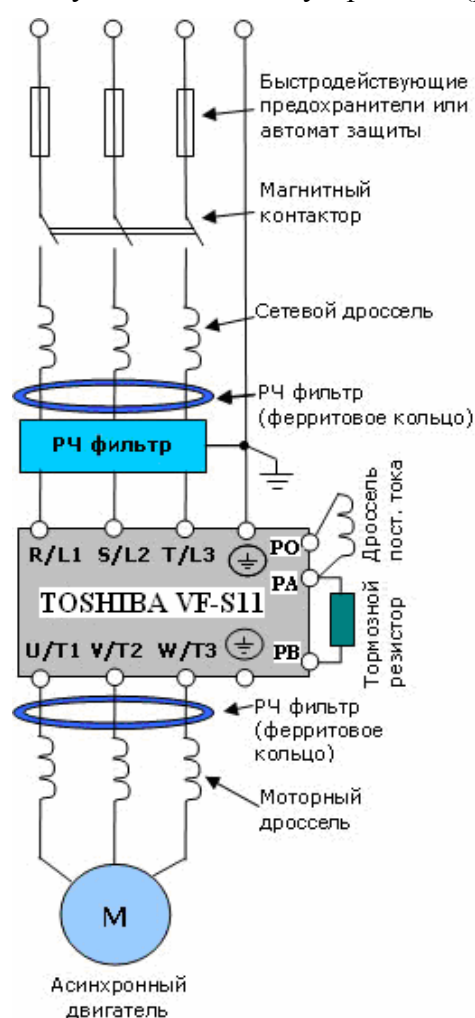

Рис. 1.7. Опциональные устройства ПЧ Toshiba VF-S11
Для улучшения формы выходного напряжения между преобразователем и двигателем ставят дроссель, а для уменьшения электромагнитных помех - EMC-фильтр. Дополнительно вместе с инвертором TOSHIBA серии VF-S11 можно использовать следующие внешние устройства (рис. 1.7):
6. Изучить возможности подключения внешних опциональных устройств к TOSHIBA серии VF-S11 и их назначение (рис. 1.7).